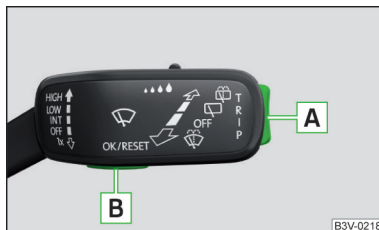
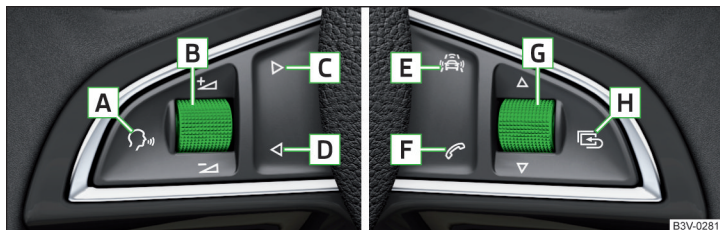

Fig. 30
Fig. 31 Tastele/roțițele: de la volanul multifuncțional
▶ Apăsăți mai lung tasta **[A]** de pe maneta de operare » fig. 30 la pagina 45.
▶ Apăsăți mai lung butonul de reglare **[G]** de pe volanul multifuncțional » fig. 31 la pagina 45.
Meniurile se pot opera de la taste de pe maneta de operare » fig. 30 la pagina 45, respectiv de pe volanul multifuncțional » fig. 31 la pagina 45
Prin rotirea în continuare a butonului de reglare  » fig. 31 la pagina 45 de la volanul multifuncțional se afișează meniul **Ultimele destinații**.
► Rotiți rotița **G** » fig. 31 la pagina 45.